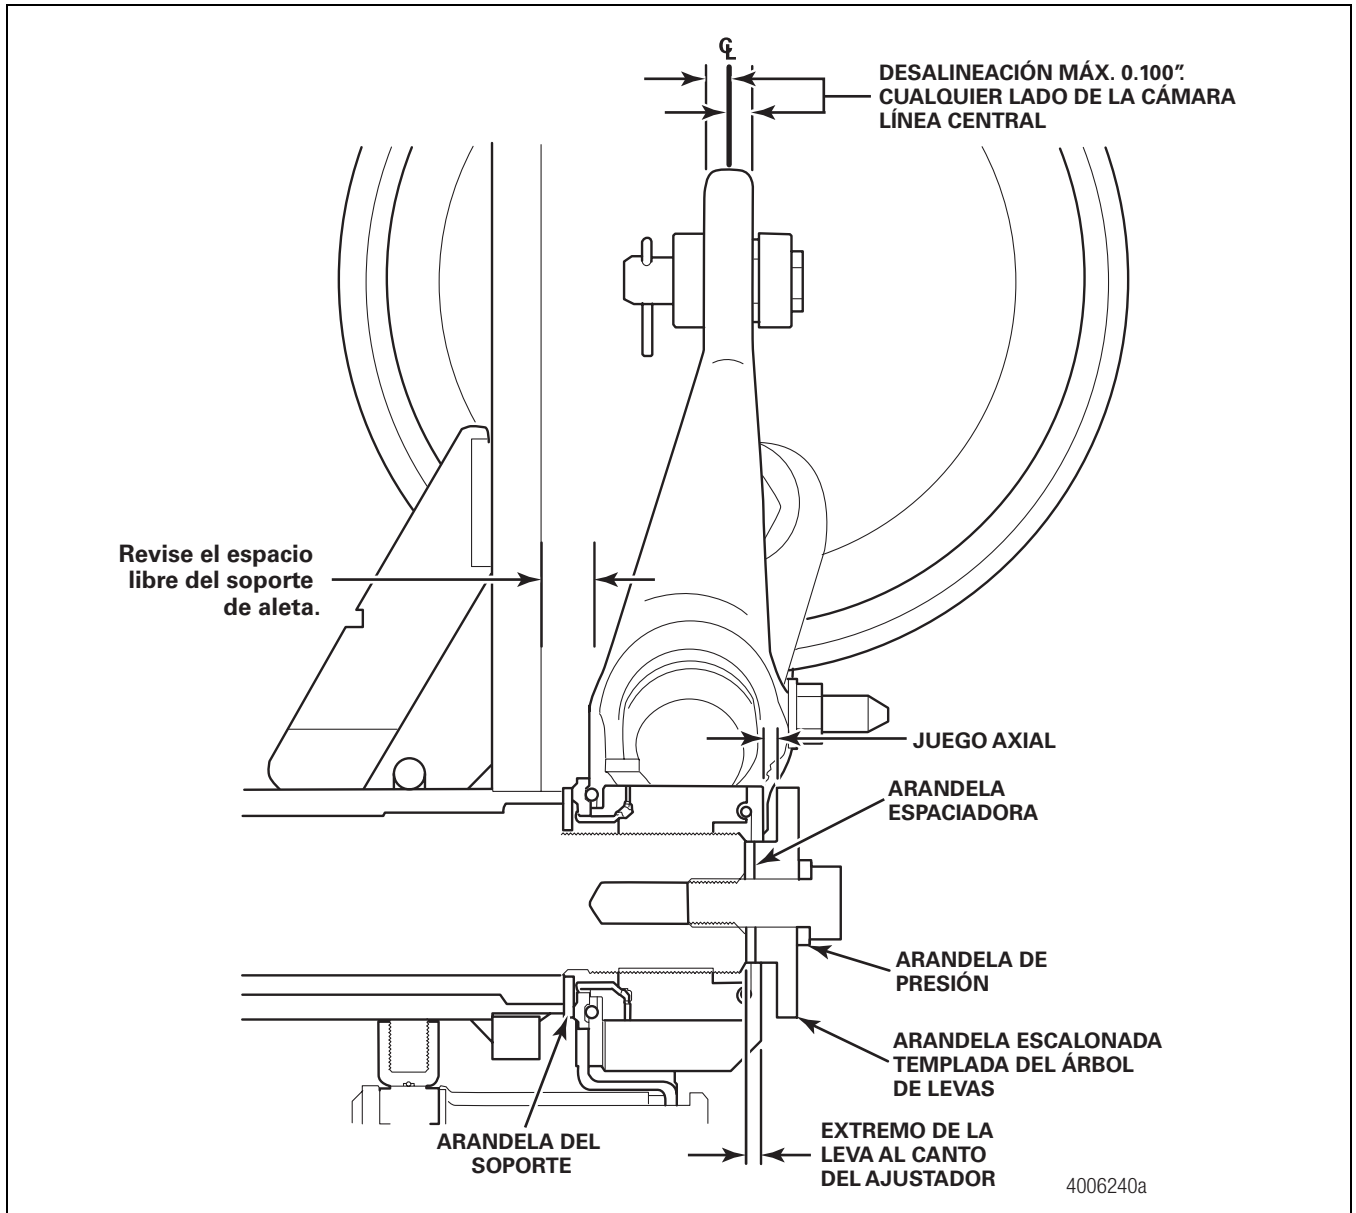

Figura 5.12
Consultar en la Figura 5.12 la ubicación de las medidas y la descripción de los componentes.
6. Active el freno jalando el ajustador automático para asegurarse que la leva y el rodillo se mueven libremente y que las zapatas se retraen cuando se suelta el ajustador automático. Figura 5.12.